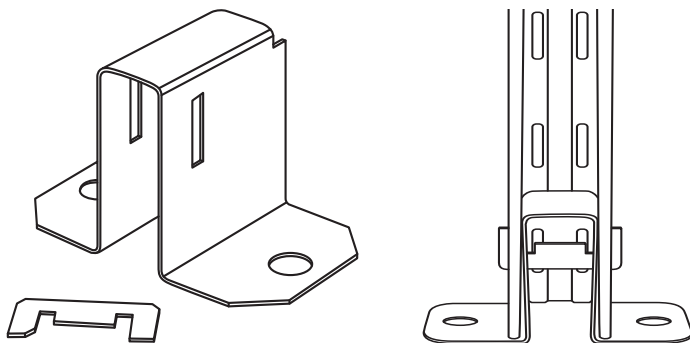

Рис. 22. Подпятник для крепления к полу
1) Крепление к полу с помощью подпятников в комплекте со скобой. Данный элемент необходим для крепления стеллажа к полу и предотвращения нежелательного перемещения. Установка подпятника в стойку производится без применения крепежа. Подпятник устанавливается в основание стойки и фиксируется скобой через перфорацию в стойке и подпятнике (рис. 22).